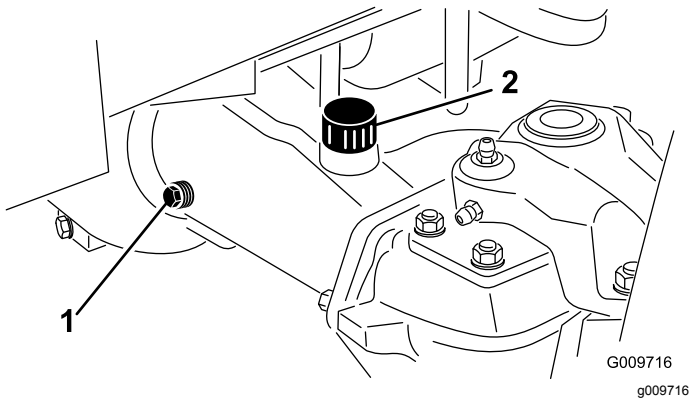

Bild 46
2. Entfernen Sie die Prüfschraube aus einem Ende der Achse (Bild 46) und stellen sicher, dass der Schmierstoff die Unterseite des Lochs erreicht. Entfernen Sie bei niedrigem Ölstand die Füllschraube (Bild 46) und füllen genug Öl ein, um den Stand bis an die Unterseite der Prüfschraubenöffnungen anzuheben.